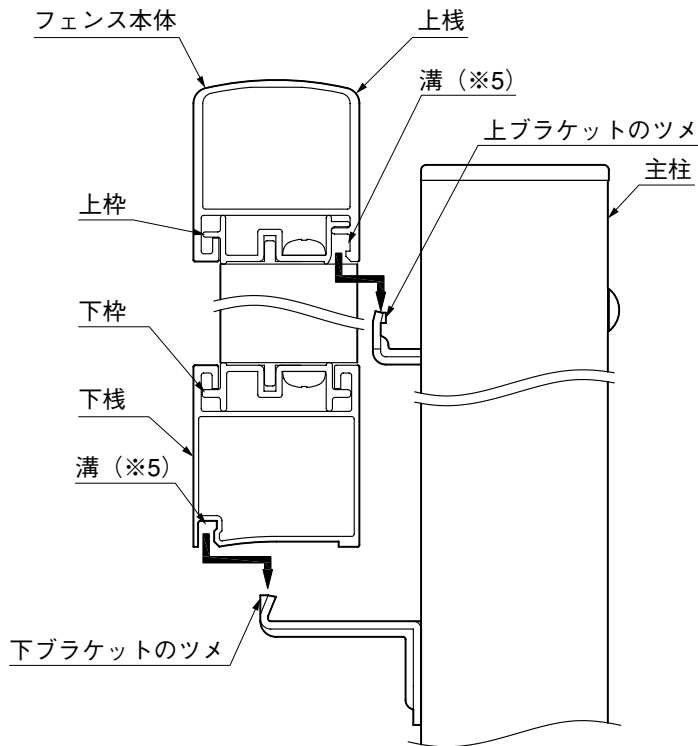

図3-2
- ② フェンス本体の上柵、下柵の溝 (※5) に上ブラケット、下ブラケットのツメが入るようにフェンス本体を主柱に取付けてください。(図3-2参照)
- 上下枠は、上枠と下枠の形状が異なりますので注意してください。（図3-2参照）